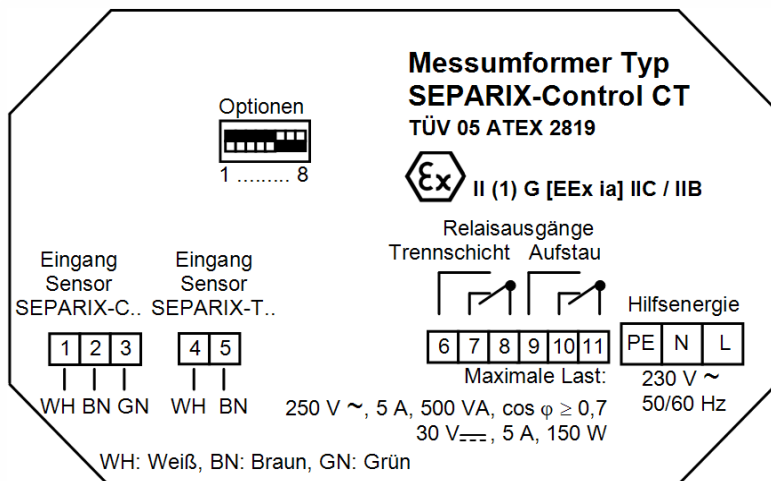

Abbildung 6: SEPARIX-Control CT, Anschlüsse und DIP-Schalter „Optionen“
*Beachten Sie dabei die im Anschlussplan (siehe Abbildung 6) vermerkten Maximalwerte der Betriebsparameter.*
- (1) Konfiguration des Messumformers überprüfen und ggf. korrigieren (siehe Kapitel 4.2).
- (2) Ggf. Trennschichtsensor SEPARIX-C L Plus entsprechend Anschlussplan an den Messumformer anschließen.
- (3) Ggf. Aufstausensor SEPARIX-T L Plus entsprechend Anschlussplan an den Messumformer anschließen.
| Abbildung 6: SEPARIX-Control CT, Anschlüsse und DIP-Schalter „Optionen“ ..... | 14 |